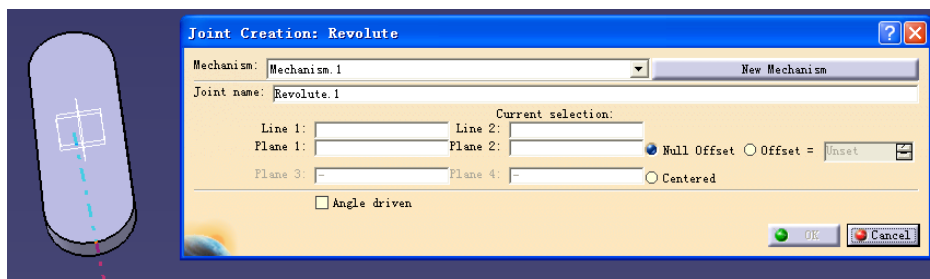

图 13-5
(3) 鼠标放到 Line 1 后, 点击形成半圆的轴线, 下图中再找 Line 2 (见图 13-5);